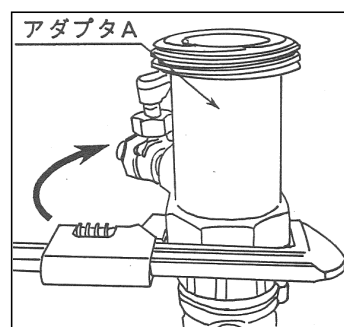
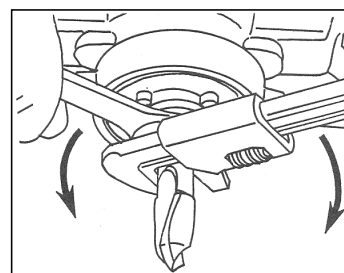
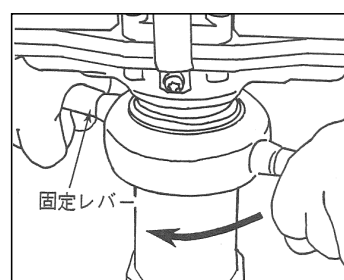

図2
図3
図4
- ④アダプタAをアダプタBに取り付ける。(図2)
- ⑤本体の送りハンドルを左に止るまで回す。
- ⑥錐をシャフトに取り付ける。(図3)
- ⑦本体を持ち、本体のビス4個をアダプタAの溝4ヶ所に入れる。
- ⑧固定レバーを下に押しながら右に止るまで回し、固定する。(図4)
- ⑨ホースをアダプタAのボールバルブに差し込みホースバンドで固定する。
- ⑩ボールバルブのハンドルを左に90°回して開ける。
- ⑪ホースの反対側の出口を作業場の中に水が入らない位置まで運び、固定する。
- ⑫送りハンドルを止るまでゆっくり右に回す。
- ⑬送りハンドルを2回転、左に回す。